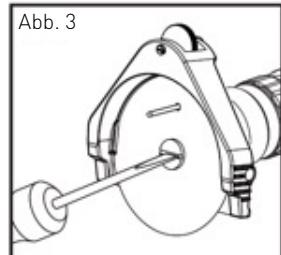

Abb. 3
3. Stecken Sie den Stift in das Loch des Messers und lösen Sie dann die Schraube, um das Messer zu entfernen (Abb.3)
1. Setzen Sie ein neues Messer ein, führen Sie den Stift in das Loch des Messers ein und ziehen Sie dann die Sicherungsschraube an (Abb.3).